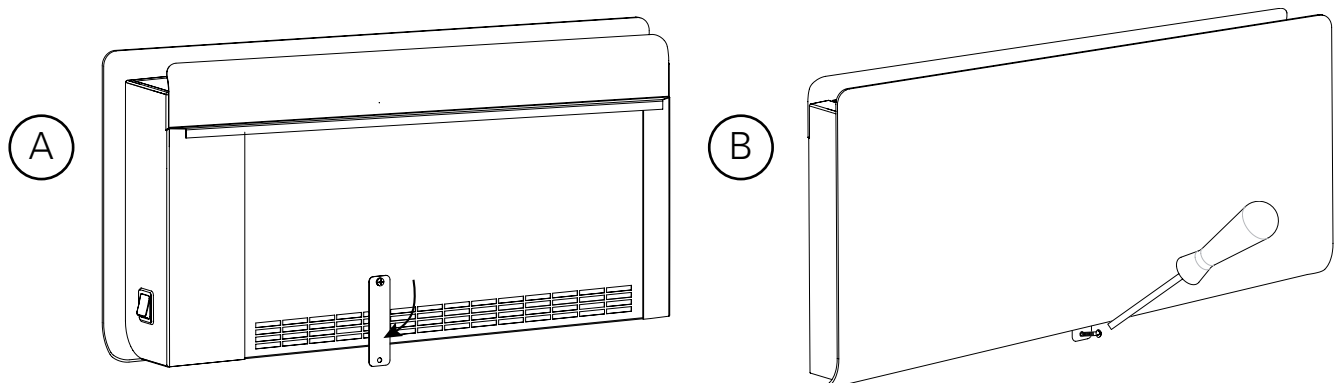

Fig. 4: Fastening with lockplate
- Vrid ner låsblecket (fig. 4) och skruva fast i väggen, för att fläktkonvektorn ska sitta stadigt.